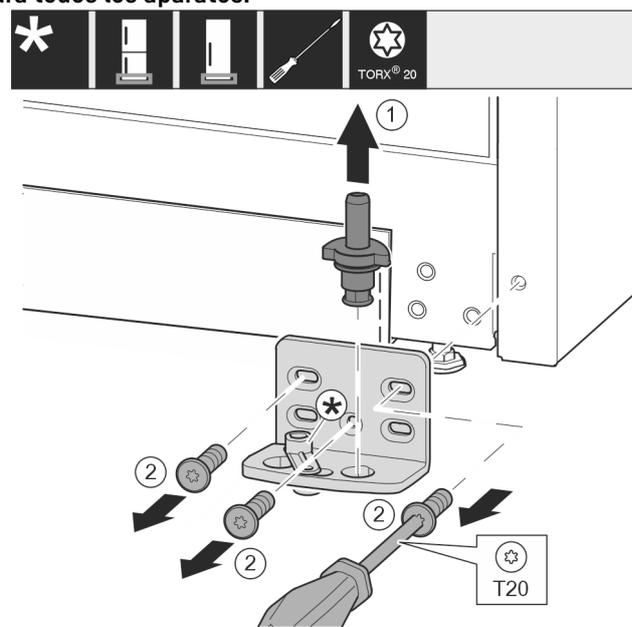

Fig. 11
- ▶ Extraiga el perno de cojinete completo hacia arriba. Fig. 11 (1)
- ▶ Desenrosque los tornillos con el destornillador T20 y retire el soporte de cojinete. Fig. 11 (2)